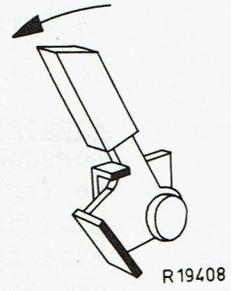

Fig.16
1. L'équerre du palpeur de diamètre (voir fig. 16) doit rester au moins 1 mm sous l'équerre qui se trouve sur la plaque de montage lorsqu'elle se meut vers l'intérieur.